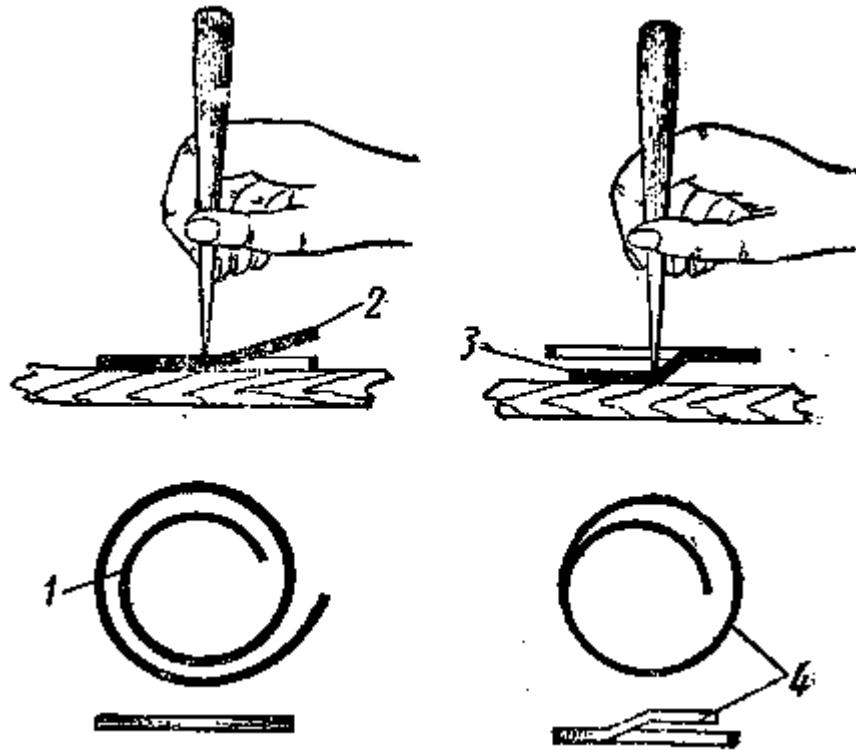

Рис. 78. Изгиб первого витка волоска Брэгэ:
**Волосок Брэгга.** Колено волоска Брэгга чаще всего выгибает сам мастер. Чтобы правильно изогнуть волосок, необходимо первый его виток несколько отодвинуть в сторону, затем, крепко зажав пинцетом первый виток в таком месте, чтобы было обеспечено  $\frac{2}{3}$  оборота первого витка, отгибают первое колено волоска, слегка нажимая о твердую деревянную пластинку. Затем волосок переворачивают и проделывают аналогичную операцию с другой стороны (рис. 78), после чего волосок приобретает окончательную форму.